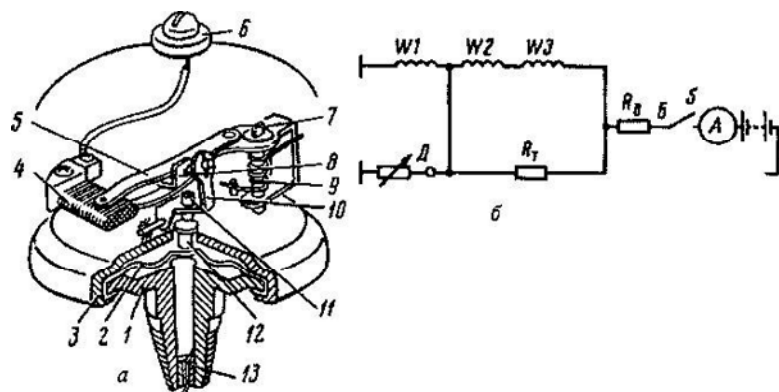

Рис. 3. Электрический манометр: а — реостатный датчик;
12. Чувствительный элемент датчика манометра (рис.3):
13. Установите правильную последовательность работы электрического манометра рис.3